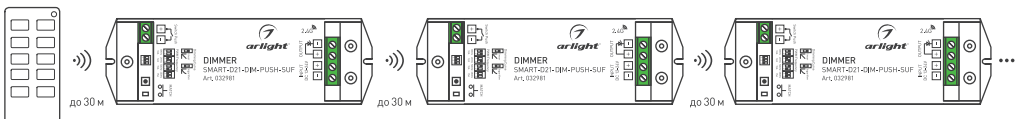

Рисунок 2. Ретрансляция сигнала от пульта ДУ (до 30 м на открытом пространстве)
- 3.11. Все диммеры автоматически ретранслируют сигнал от пульта ДУ или панели управления (рисунок 2). Расстояние между диммерами на открытом пространстве может достигать 30 м.